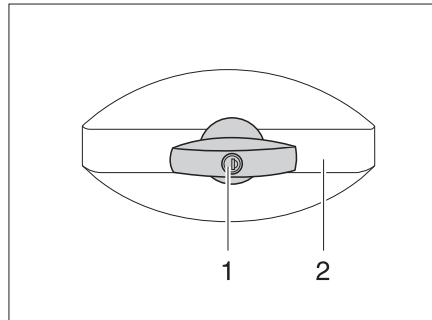

Fig. 28 Cerradura de la trampilla, de forma elíptica, cerrada
- Introducir la llave en el cilindro de cierre (Fig. 28,1) y girarla un cuarto de vuelta en sentido contrario a las agujas del reloj. El asidero de la cerradura (Fig. 28,2) se abre de golpe.